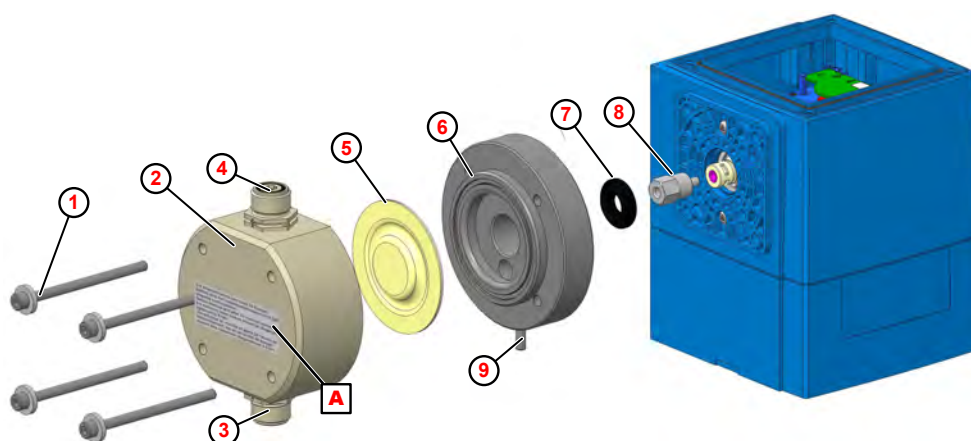

Fig. 24: Udskiftning af pumpehoved, membran og beskyttelsesmembran
1. ➤ Skru suge- og trykventil (Fig. 24 , ③ og ④) af.
2. ➤ Løsn pumpehovedskruerne ① , og tag dem ud.
3. ➤ Tag pumpehovedet ② af.
4. ➤ Skru membranen ⑤ ud.
5. ➤ Tag mellemladen ⑥ af.
6. ➤ Træk beskyttelsesmembranen ⑦ af.
8. ➤ Indsæt mellemladen, så udløbe for membranbrud ⑨ peger nedad.